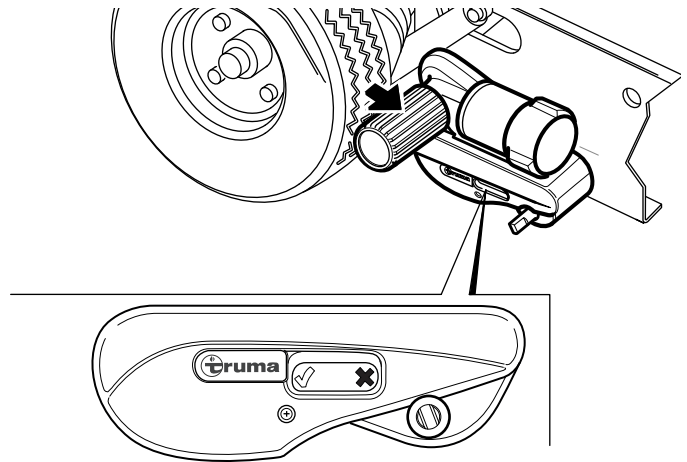

Fig. 31
- Le repliage a réussi lorsque l'indicateur de position sur le boîtier du système de manœuvre indique **✗** (Fig. 31).